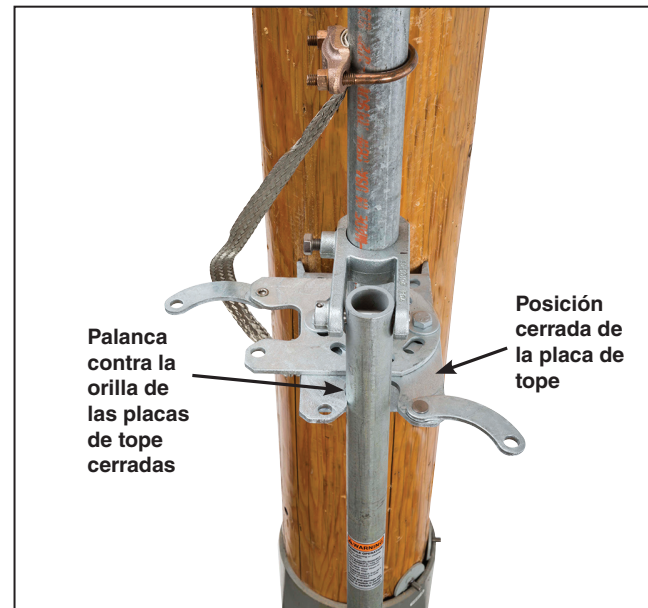

Figura 30. Ajuste de la placa de tope en la posición cerrado.
- Los orificios de la placa de tope están ranurados para permitir un espacio para el ajuste. Posicione la palanca de operación en la placa de tope y gire la palanca de operación tanto como se pueda hasta la posición **Cerrado**. (En la dirección contraria a las manecillas del reloj es estándar en los interruptores que utilizan el mecanismo rotativo de operación). La palanca deberá estar apretada contra la orilla de la placa de tope. Vea la Figura 30. Marque la posición de la placa de tope cerrada. Vea la Figura 31 (a la izquierda) en la página 21.